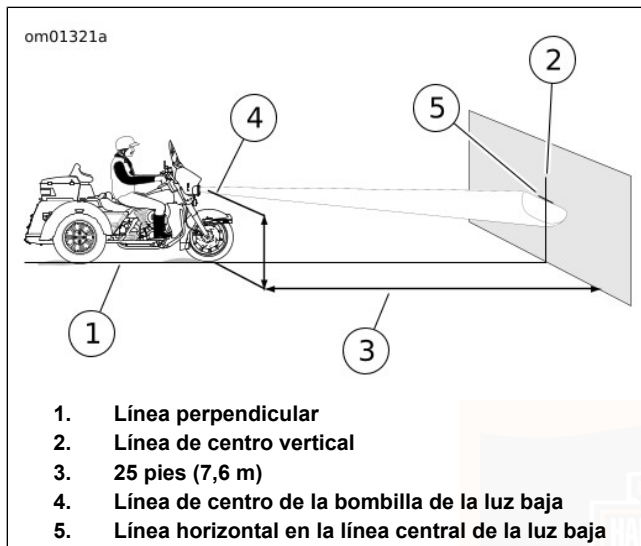

Figura 82. Alineación del faro delantero: LED
4. Vea Figura 82. Estacione la motocicleta en una línea perpendicular (1) hacia la pared.
6. Dibuje una línea de centro vertical (2) en la pared.